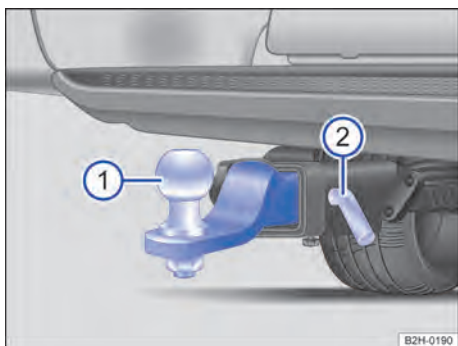

Fig. 148 Sob o para-choque traseiro: montar o engate de reboque.
- ① Engate de reboque.
- ② Pino de travamento.
3. Extrair o pino de travamento → Fig. 148 ② do alojamento.
4. Puxar o engate de reboque → Fig. 148 ① do alojamento.